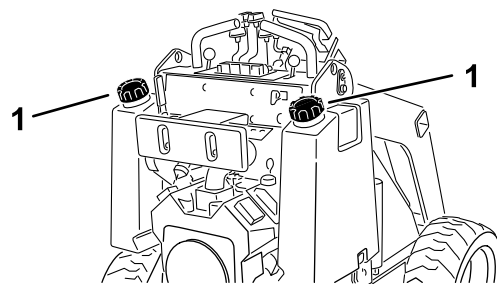

Figure 6
3. Nettoyez la surface autour du bouchon du réservoir et enlevez le bouchon (**Figure 6**).